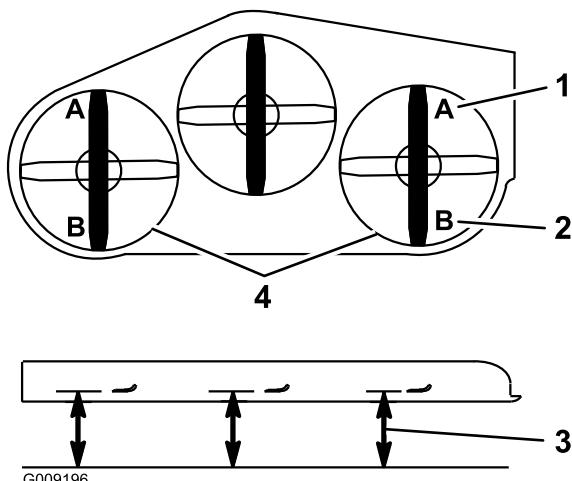

Figura 70
- 9. Su ambo i lati del piatto di taglio, misurate dalla superficie piana all'estremità anteriore della lama (posizione A). La misura deve essere di 7,6 cm (Figura 70).
15. Su ambo i lati del piatto di taglio, misurate dalla superficie piana all'estremità posteriore della lama (posizione B). La misura deve essere di 8,3 cm (Figura 70).